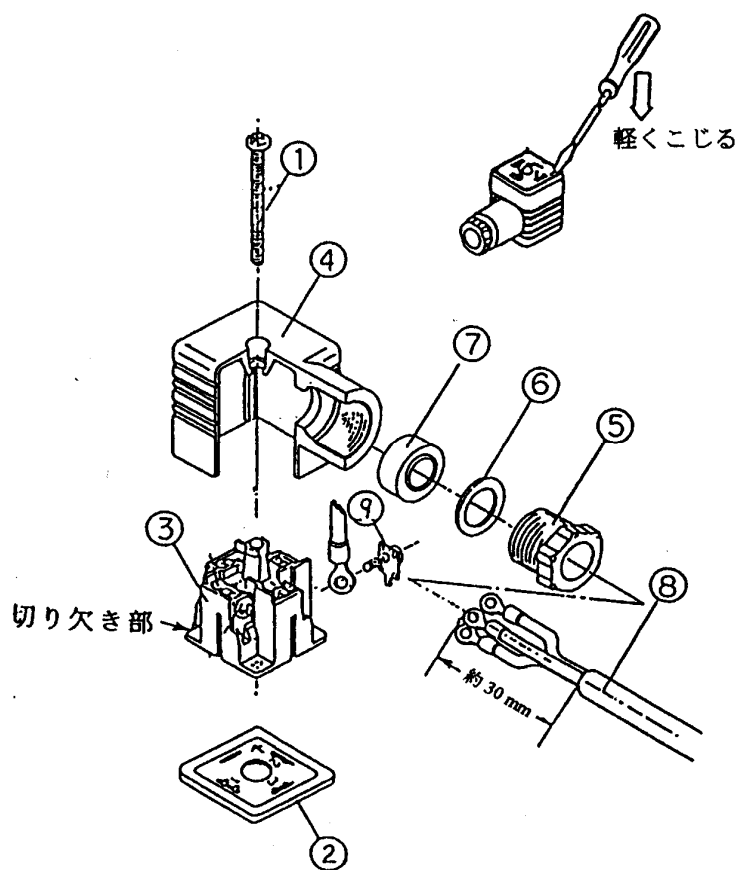

図8 DINコネクタの構成
(1) 分解
- (a) ねじ①を緩めてからコネクタをねじ①の方向に引っ張り、コイル本体からコネクタを取外してください。
- (b) ねじ①を抜き取ります。ガスケット②は無くさないように保管してください。
- (c) 端子台③の底の切り欠き部の隙間に、小形マイナスインスライバを差し込み、軽くこじりながら、端子台③からケース④を外してください。(P23の図8参照)
- (d) ケーブルグランド⑤を外し座金⑥とパッキン⑦を取り出してください。
(2) 配線
- (a) ケーブル⑧にケーブルグランド⑤、座金⑥、パッキン⑦の順に通し、ケース④にケーブル導入口から挿入してください。
- (b) ケーブル⑧の先端より約30 mm 外皮を剥ぎ、芯線は圧着端子を取り付けるなどの端末処理をしてください。